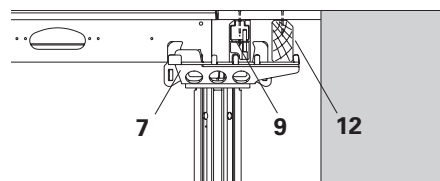

Fig. A5.04
- sulla testa combi SCK (7) in senso longitudinale. (Fig. A5.04)
- Sulla testa combi SCK. (Fig. A5.04)